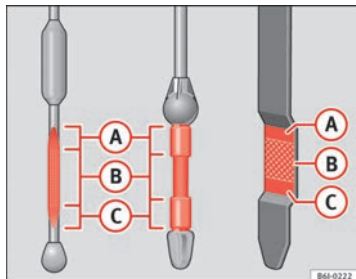

Abb. 126 Ölmesstab
- Den Messstab anschließend wieder herausziehen und den Ölstand ablesen ⇒ Abb. 126. Füllen Sie gegebenenfalls Motoröl nach.